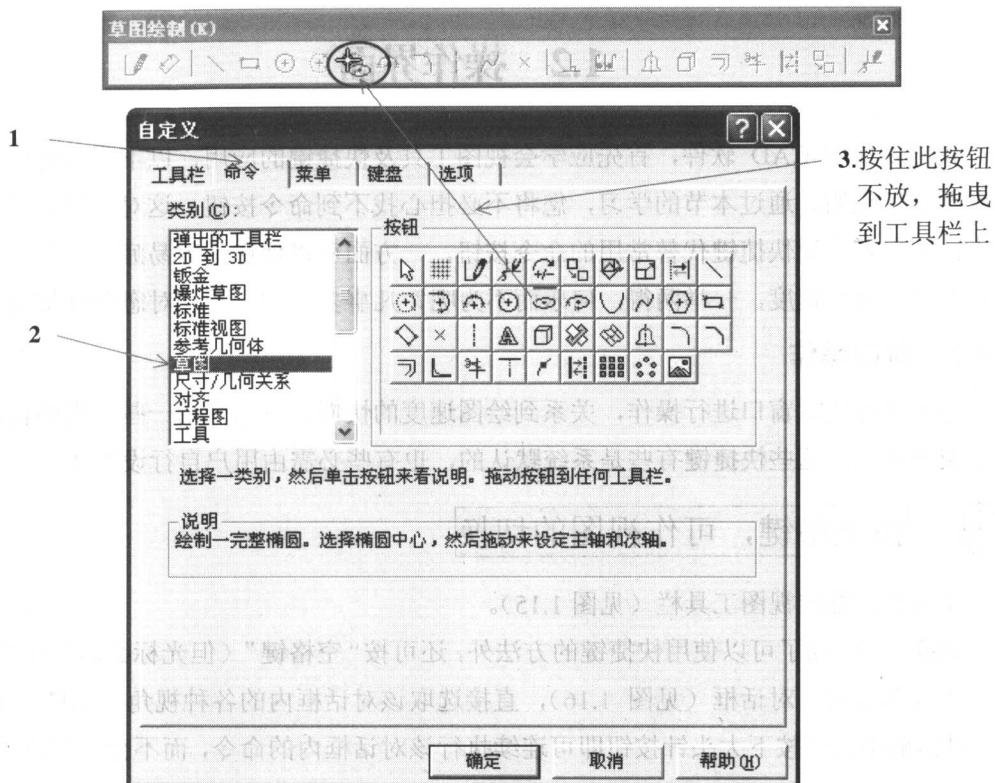

图 1.13
(2) 在类别栏中选取“草图绘制工具”(见图 1.13)。
(3) 用鼠标左键按住椭圆按钮不放并拉曳到右侧“草图绘制工具”工具栏上的适当位置，再放开鼠标左键(见图 1.13)。